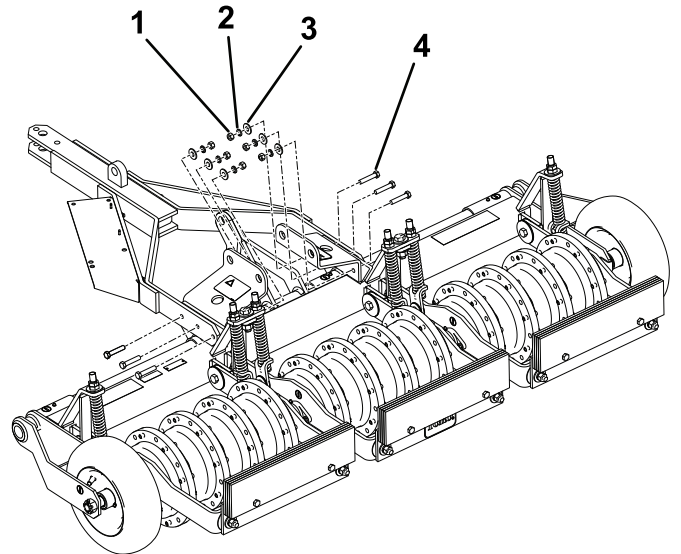

Figure 7
4. Fixez le timon et les supports à l'aide des fixations, comme montré à la Figure 7, et serrez les écrous à un couple de 54 à 74 N·m.